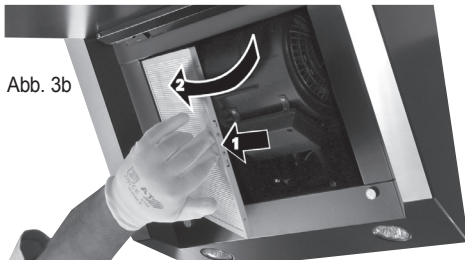

Abb. 3b
Die Metallfettfilter sind jetzt sichtbar und zugänglich. Griffleiste leicht zur Mitte (Meba 60) bzw. nach unten (Meba 90) drücken (1) und anschließend Metallfettfilter herausklappen und entfernen (2) (Abb. 3b).